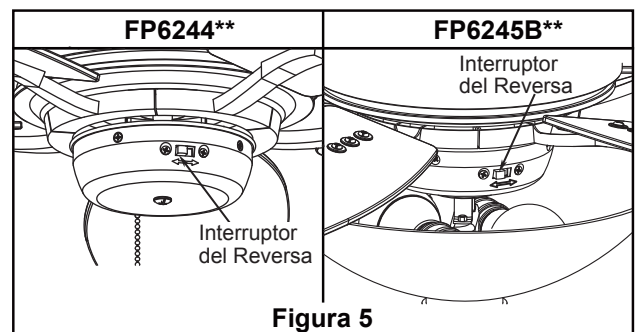

Figura 5
- 5.** Introduzca la bombillas en la conexión. (Figura 5)
- 5.** Si desea que el flujo de aire se desplace en la dirección opuesta, apague el ventilador y espere a que las aspas se detengan. Luego deslice el conmutador inversor a la posición contraria y vuelva a encender el ventilador. (Figura 5)